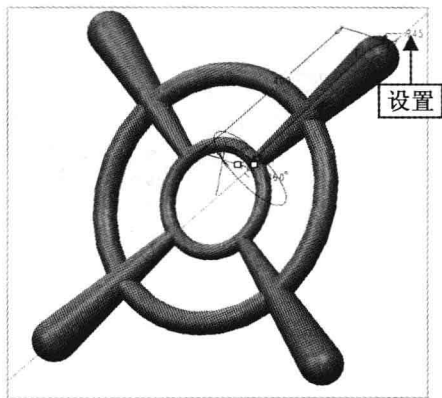

图 7-23 设置参数
Step 03 此时,在模型上显示原来的尺寸大小,在尺寸“R25”上双击鼠标左键,在弹出的“尺寸”数值框中输入45,并按【Enter】键确认,如图7-23所示。